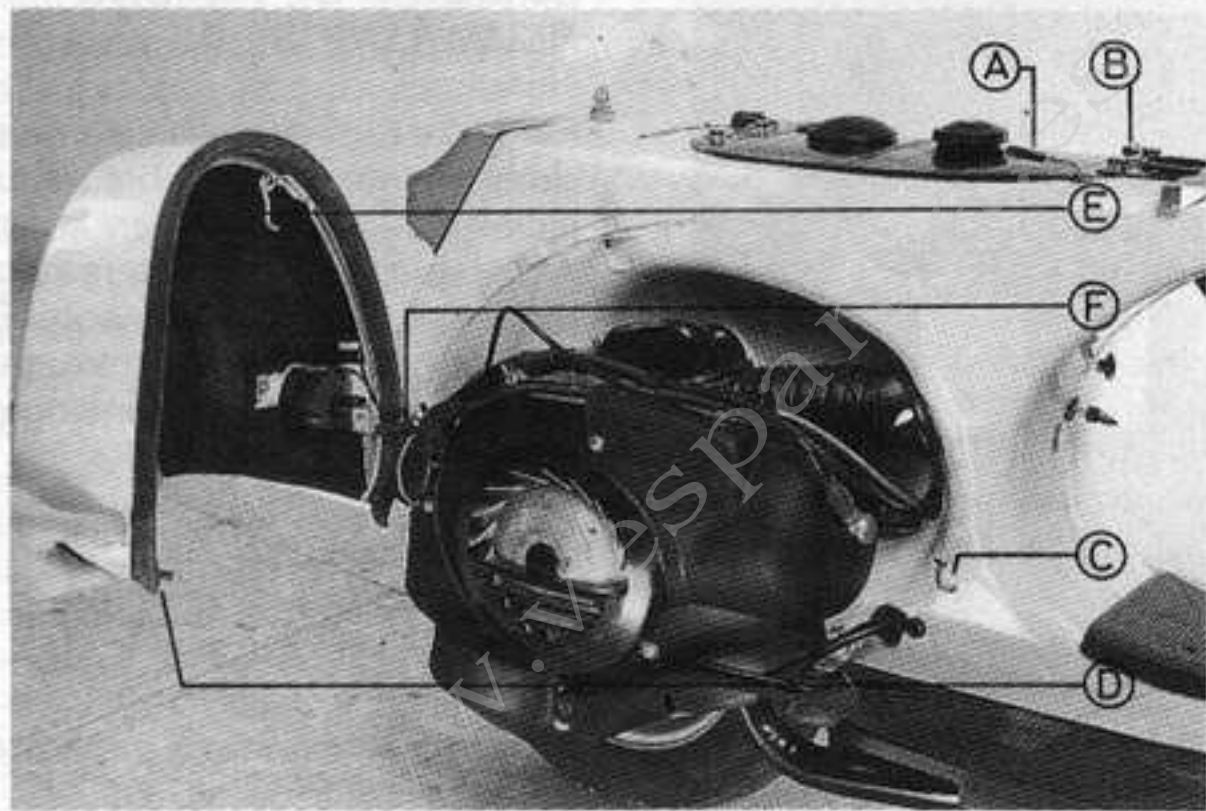

Fig. 21 Desmontaje de aleta
- Seguidamente accionar las levas A o B, según el desmontaje de aleta que se desee efectuar (fig. 21).